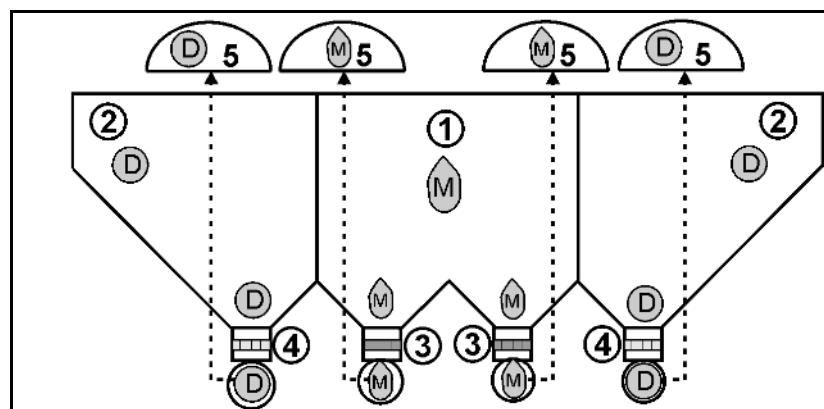

Рис. 31
- Для посева используйте внешние секции бункера (Рис. 31/2) с двумя внешними дозаторами (Рис. 31/4) и распределителями.
- Для внесения удобрения используйте среднюю, меньшую по размеру секцию (Рис. 31/1) бункера с двумя средними дозаторами (Рис. 31/3) и распределителями.
- Установите на дозаторы подходящие дозирующие катушки для кукурузы (Рис. 31/3) и удобрений (Рис. 31/4).
- В зависимости от нужного расстояния между рядами на всех распределителях (Рис. 31/5) закройте некоторые выходные отверстия.